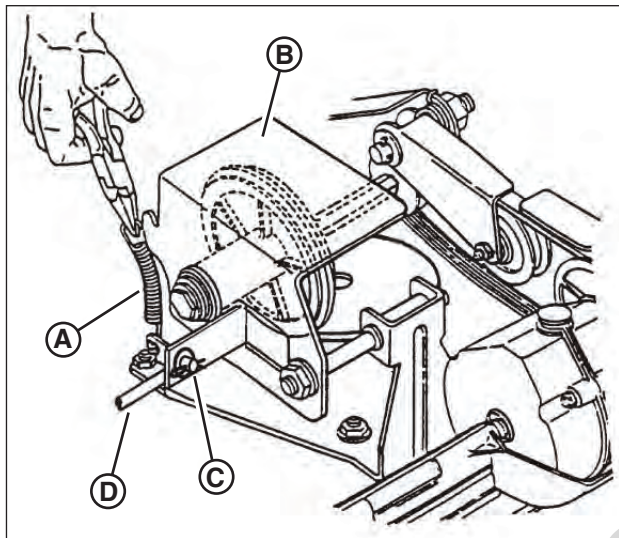

Figure 26: Réglage du disque entraîné
- Retirez le ressort de disque entraîné (A, Figure 26) de l'ensemble du disque entraîné (B). Retirez également la goupille et la rondelle (C) de la tige de transfert (D), puis retirez l'extrémité de tige de transfert de l'orifice dans l'ensemble du disque entraîné.
- Retirez la goupille et la rondelle (C, Figure 26) de la tige de transfert (D), puis retirez l'extrémité de tige de transfert de l'orifice dans l'ensemble du disque entraîné.